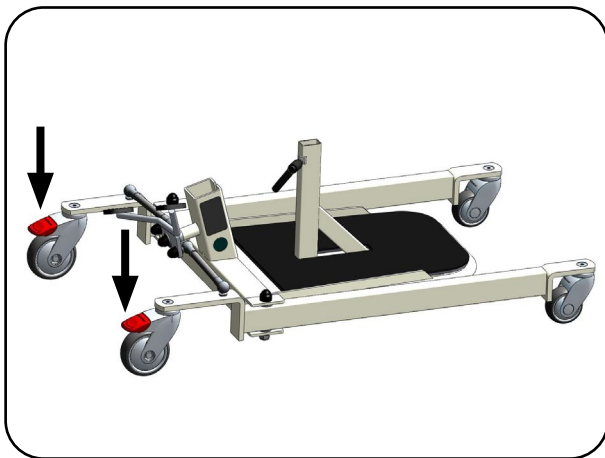

Abb. 6.2.01 – Fahrgestell mit festgestellten Laufrollen
2. Stellen Sie das Fahrgestell mit den Laufrollen auf den Boden (Abb. 6.2.01).
3. Bremsen Sie die beiden hinteren Laufrollen an der Bedienerseite, durch Betätigung des Tritthebels (Abb. 6.2.01); siehe Kapitel Bedienung Abschnitt **Laufrollen**.